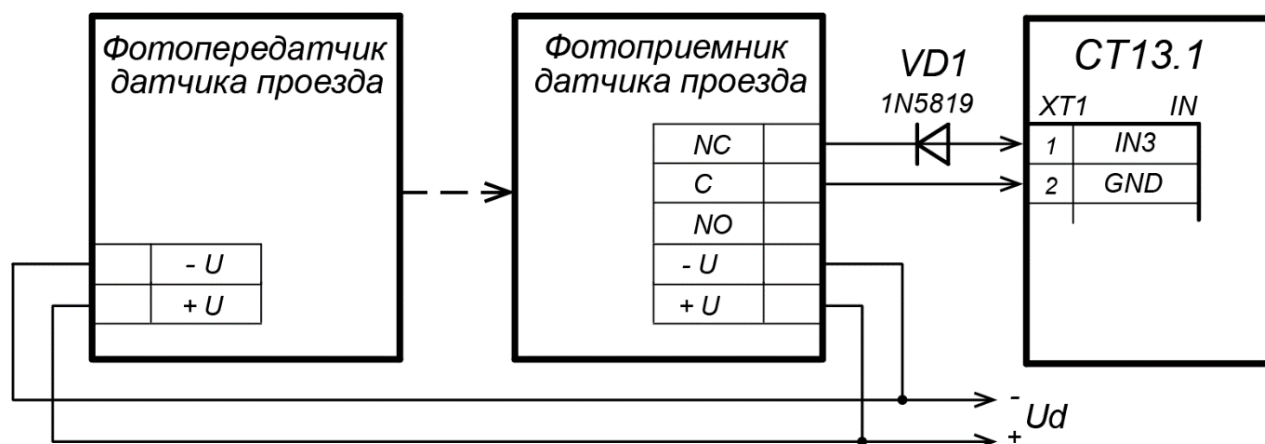

Рисунок 19. Пример схемы подключения датчика проезда
3. Датчик проезда подключается к клеммной колодке **ХТ1** нижней платы контроллера согласно схеме, представленной на рис. 19. Для подключения используйте тип кабеля №4 (см. табл. 4). При подключении нескольких датчиков их выходы включаются последовательно.